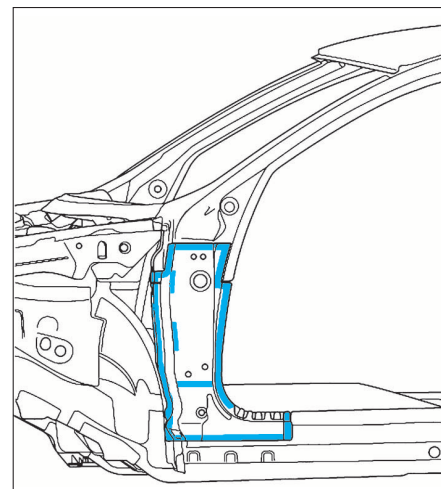

FIG. 14
- Détacher l'assemblage d'origine (Fig.14).